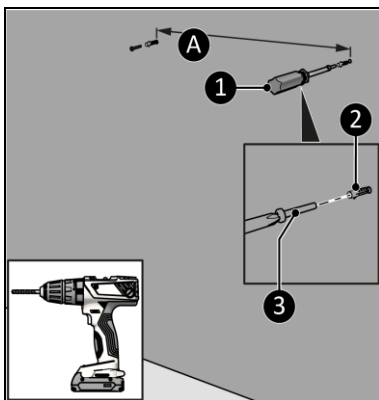

Figura 8
4. Faceți două găuri cu distanța dintre ele de aproximativ 160 mm (Figura 8, poz. A). Și cu o distanță minimă de la podea de:
5. Puneți diblurile (Figura 8, poz. 2).
6. Înșurubați două șuruburi mari (Figura 8, poz. 3) pe perete folosind o șurubelniță Phillips (Figura 8, poz. 1). Lăsați șuruburile să iasă la câțiva milimetri de perete.